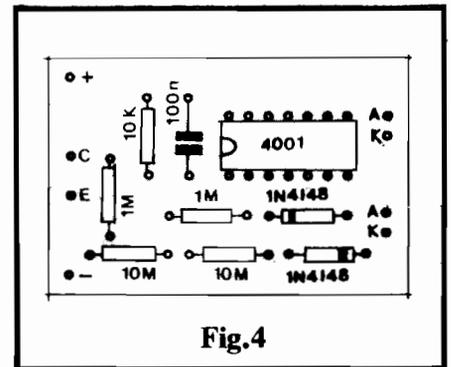

Fig. 4
- FIG. 4 - "CHAPEADO" DA MONTAGEM - O lado não cobreado da placa mostra já as peças principais (menos LEDs e foto-transistor) nas